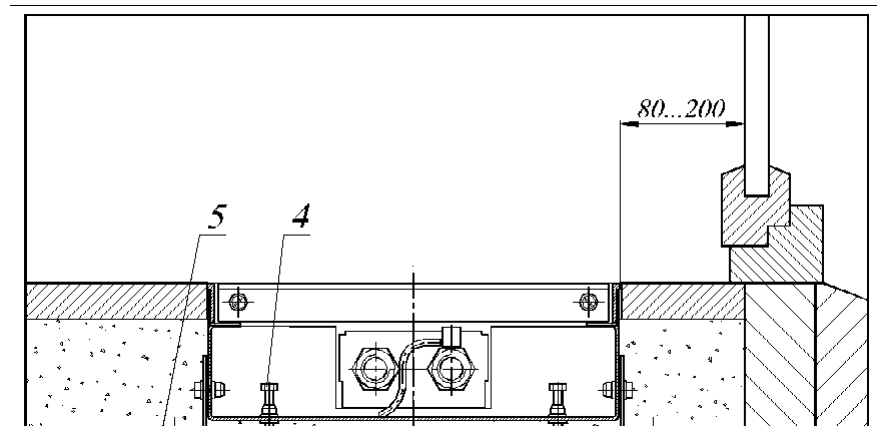

Рис.3**6. ХРАНЕНИЕ И ТРАНСПОРТИРОВКА**
5.2 Конвектор монтируется в пол, для этого необходимо установить корпус конвектора в заранее подготовленный канал в полу и выровнять его по уровню пола, с помощью упорных болтов 4 закрепить опорами 5 (см. Рис.3).